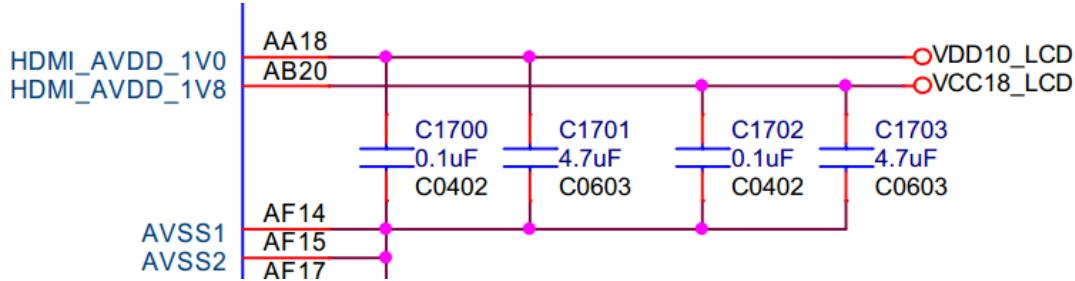

图14-9
- 如图14-9，HDMI的模拟电源去耦电容请靠近芯片引脚放置；